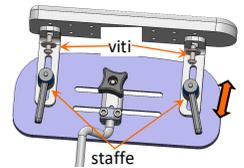

fig. 20.5: Regolazione larghezza e/o intra/extra-rotazione e profondità
- ◆ **Regolazione larghezza e/o intra/extra-rotazione** (fig. 20.5)
- ◆ **Regolazione profondità** (fig. 20.5)